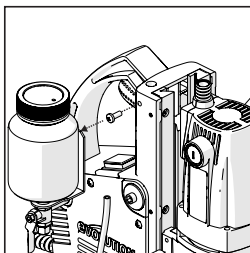

Fig. 3
- Conecte la botella de refrigerante/lubricante en su posición de servicio. Use el orificio roscado ubicado en la parte superior izquierda de la carcasa de la máquina y el tornillo de Ø6 (suministrado). (Fig. 3)